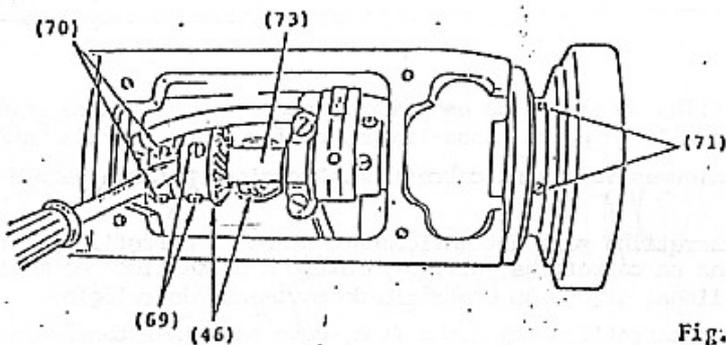

Fig. 36
3. Enquanto ainda segurando, com a chave de fenda, as engrenagens helicoidais engrenadas, como mostrado na Fig.36, empurre o eixo do braço (75) diretamente através do braço da máquina, do anel de encosto, da engrenagem helicoidal e o excêntrico de levantamento da alimentação. Quando colocando o novo eixo do braço, assegure-se de que, todo cuidado é tomado para evitar dano no anel e na junta do óleo da bucha do eixo do braço.
4. Recoloque a polia da máquina no eixo do braço com os dois parafusos (71) localizados sobre os rebaixos do eixo e aperte temporariamente esses parafusos.
5. Coloque o anel do eixo do braço em posição, conforme mostrado na Fig.36 para eliminar jogo na extremidade do eixo e aperte firmemente o parafuso (70). Verifique se o eixo gira livremente.